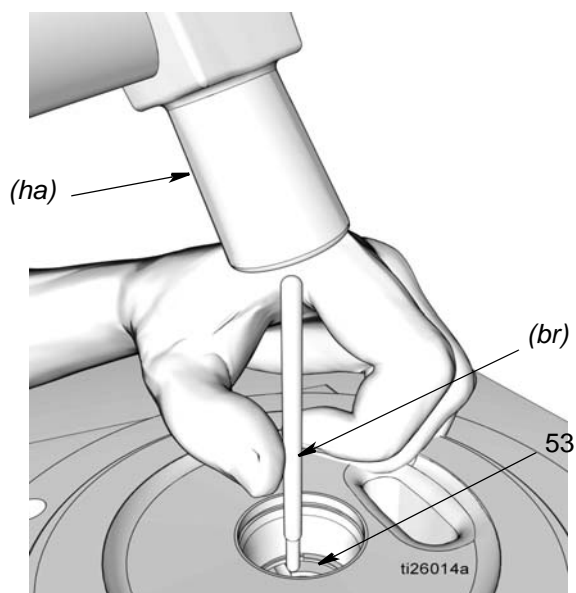

**FIG. 25**
- a. Inserire la lama di un piccolo, cacciavite piatto sotto il bordo conico (*te*) dell'anello di sicurezza (9) e rimuovere l'anello come mostrato in FIG. 25.
- b. Rimuovere il distanziale conico (10), la tenuta (11) e il distanziale (12).
- c. Inserire la lama di un piccolo cacciavite piatto sotto il bordo conico (*fe*) dell'anello di sicurezza (51) e rimuovere l'anello come mostrato in FIG. 25, quindi rimuovere l'anello di sicurezza. **NON RIMUOVERE L'ULTIMO ANELLO DI SICUREZZA (51).**
- d. Rimuovere il distanziale (12), la tenuta (11) e il distanziale (12).